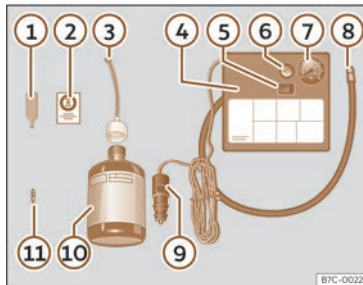

Abb. 213 Prinzipdarstellung: Bestandteile des Pannensets
Das Pannenset befindet sich im Gepäckraum unter dem Bodenbelag. Es besteht aus folgenden Bestandteilen >>> (Abb. 213):
- Ventilkappe und Ventileinsatz vom Reifenventil abschrauben. Verwenden Sie den Ventileinsatzdreher >>> (Abb. 213) ① zum Heraus-schrauben des Ventileinsatzes. Legen Sie den Ventileinsatz auf einem sauberen Untergrund ab.
- Reifenfüllflasche kräftig schütteln >>> (Abb. 213) ⑩.
- Einfüllschlauch >>> (Abb. 213) ③ auf die Reifenfüllflasche schrauben. Die Folie am Verschluss wird automatisch durchstoßen.
- Verschlussstopfen vom Einfüllschlauch >>> (Abb. 213) ③ entfernen und das offene Schlauchende auf das Reifenventil schrauben.
- Ventileinsatz mit dem Ventileinsatzdreher >>> (Abb. 213) ① wieder in das Reifenventil schrauben.
- Reifenfüllschlauch >>> (Abb. 213) ⑧ des Luftkompressors fest auf das Reifenventil schrauben.
- Prüfen, ob die Luftablassschraube >>> (Abb. 213) ⑥ zuge dreht ist.
- Kabelstecker >>> (Abb. 213) ⑨ in eine 12-Volt-Steckdose des Fahrzeugs stecken >>> S. 215.
- Luftkompressor mit dem EIN-/AUS-Schalter >>> (Abb. 213) ⑤ einschalten.
- Kleben Sie den Aufkleber >>> (Abb. 213) ② im Sichtfeld des Fahrers auf das Kombi-Instrument.
Schließen Sie den Reifenfüllschlauch >>> (Abb. 213) ⑧ wieder an und lesen Sie den Reifenfülldruck an der Reifenfülldruckanzeige ⑦ ab.